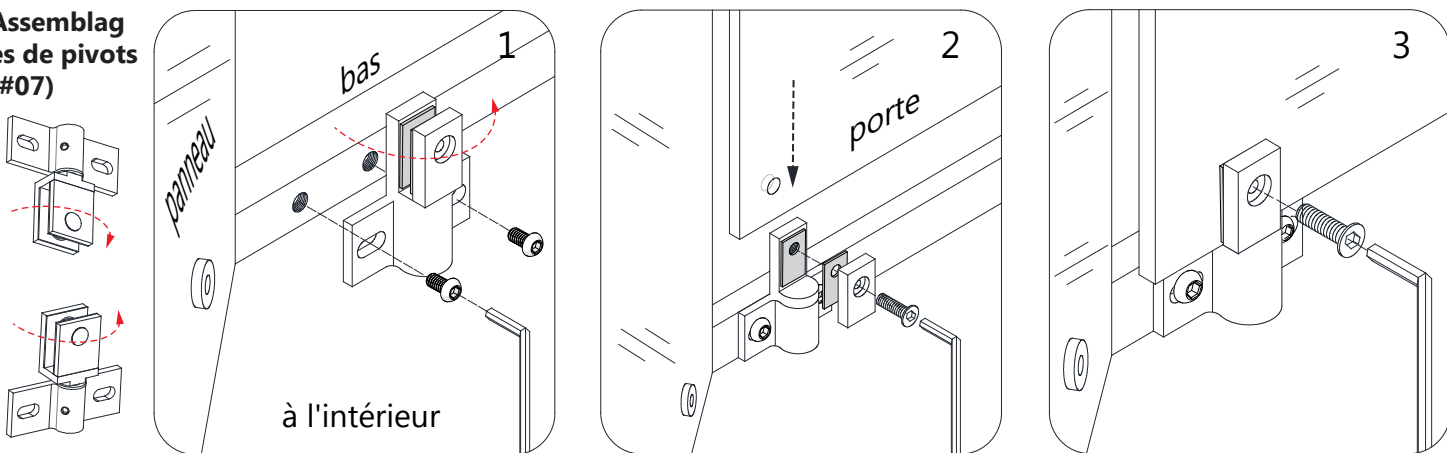

Fig 6
**6.** Les assemblages de pivot sont appariés : l'un tourne dans le sens des aiguilles d'une montre et l'autre dans le sens des aiguilles d'une montre. Prenez note d'installer **les assemblages de pivot (n° 07)** sur les barres **de pivot supérieur et inférieur (n° 05)** afin que la porte s'ouvre. Fixez les assemblages **de pivot supérieur et inférieur (n° 07)** aux **barres de pivot (n° 05)** à l'aide des boulons à six pans creux M8 × 12 (n° 16). Retirez les boulons et les plaques des **assemblages de pivot (#07)**. Placez **la porte vitrée (n° 04)** dans les pivots de sorte que les trous soient alignés. Assurez-vous que les joints en vinyle sont en place entre le verre et les plaques de métal. Fixez fermement la plaque arrière avec le boulon fourni. **(Fig 6)**